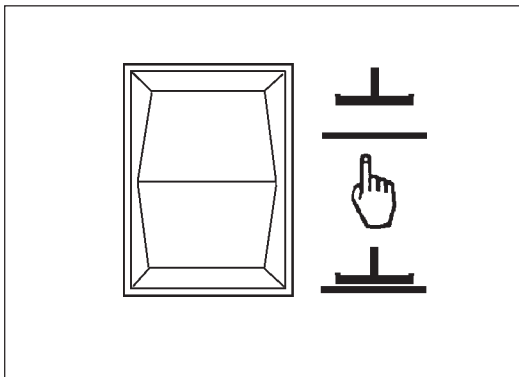

Figure 19
1. To lower the squeegee and start the vacuum motor, press the squeegee up/down switch to the down position (figure 19). **NOTE: The vacuum motor will start immediately when the down position of the switch is pressed, and the squeegee will lower.**
2. To raise the squeegee, press the squeegee up/down switch to the up position (figure 19). The squeegee will then raise and the vacuum motor will shut off after short delay **NOTE: The center position of the squeegee up/down switch is for use with one touch control.**
1. Pour abaisser la raclette et mettre le moteur d'aspiration en marche, placez le commutateur raclette relevée/abaissée en position abaissée (figure 19). **REMARQUE : Le moteur d'aspiration démarre immédiatement lorsque le commutateur est mis en position basse et que la raclette s'abaisse.**
2. Pour relever la raclette, placez le commutateur de raclette en position haute (figure 19). La raclette remonte et le moteur d'aspiration s'éteint peu de temps après. **REMARQUE : La position centrale du commutateur de raclette est destinée à être utilisée avec le bouton One Touch.**